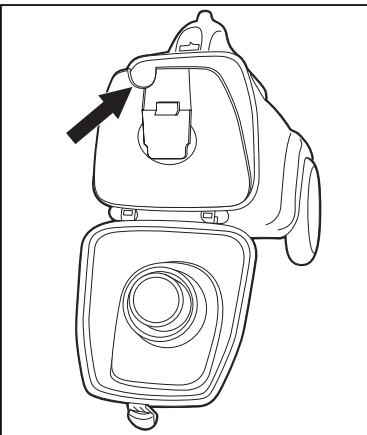

Fig. 12
**Étape 4 :** Introduisez le doigt dans l'entaille supérieure gauche puis tirez et retirez le sac. (Fig. 12).